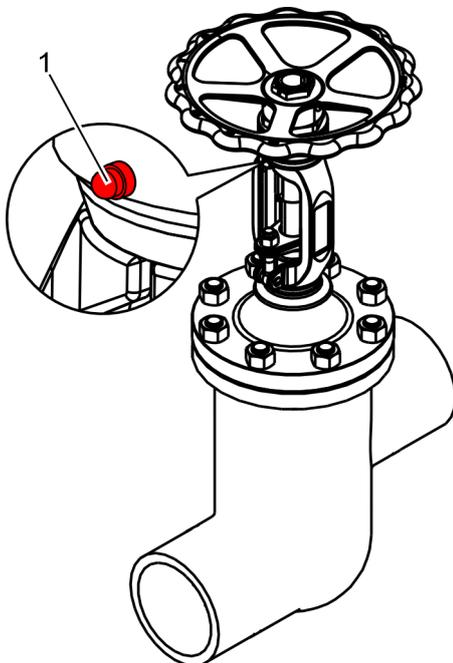

Fig. 25: Version avec graisseur
- Graisser le filetage de la broche et le logement au moyen d'un graisseur (Fig. 25/1).